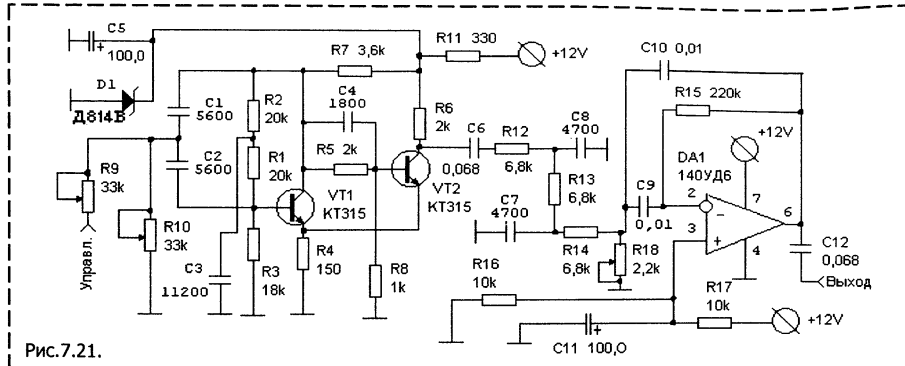

Рис. 7.21.
Тональный генератор U1, который является модулятором в данной конструкции модема, выполнен по одному из широко известных вариантов. Принципиальная схема тонального генератора представлена на рис. 7.21.
- Настройка тонального генератора (см. рис. 7.21) выполняется с использованием частотомера. Частотомер подключается к точке выхода генерируемого звукового сигнала. Регулировкой величины сопротивления резистора R10 устанавливается величина нижней частоты (1500 Гц), а регулировкой R9 (при замкнутой на землю точке входа "управление") устанавливается величина верхней частоты (2500 Гц). Изменением величины резистора R7 можно корректировать качество синусоиды генерируемого сигнала (только при осциллографическом контроле). Резистором R18 добиваются равной амплитуды для сигналов высокой и низкой частоты. Помните, что для RTTY используется разнос частот равный величине 170 Гц, а AMTOR, PACTOR и Packet Radio (300 Бод) работают при разноразности частот на величину 200 Гц, Packet Radio (1200 Бод) использует разнос частот 1000 Гц.